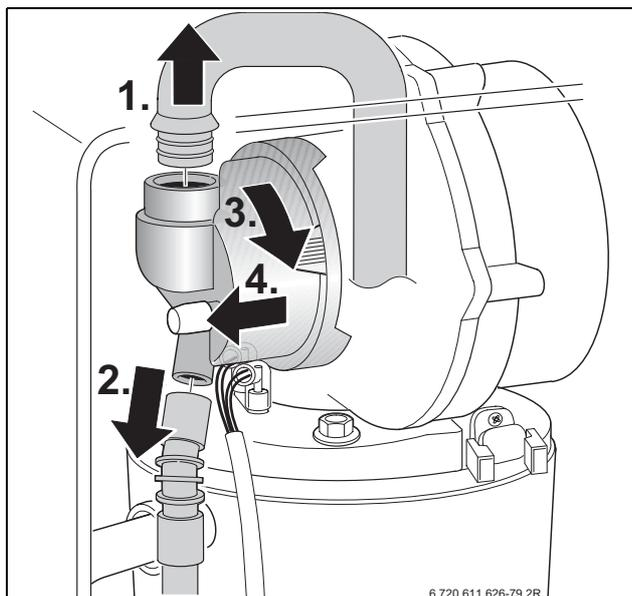
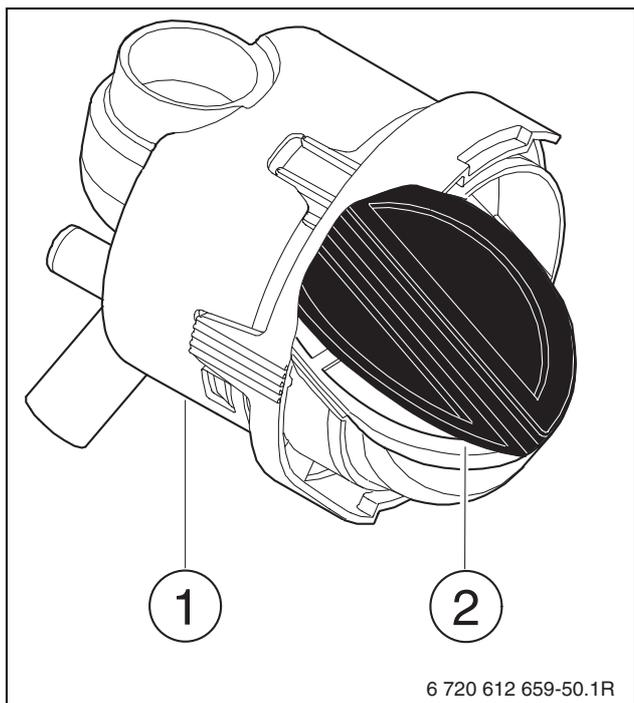

Fig. 51
Fig. 69
- ▶ Smontare il miscelatore (per le operazioni appena descritte seguire le fasi 1, 2, 3, 4 indicate nella fig. 51).
- ▶ Smontare il miscelatore aria/gas (fig. 69, rif. 1) seguendo la procedura presso fig. 51.
- ▶ Verificare l'eventuale presenza di impurità o di rotture sulla membrana (fig. 69, rif. 2).